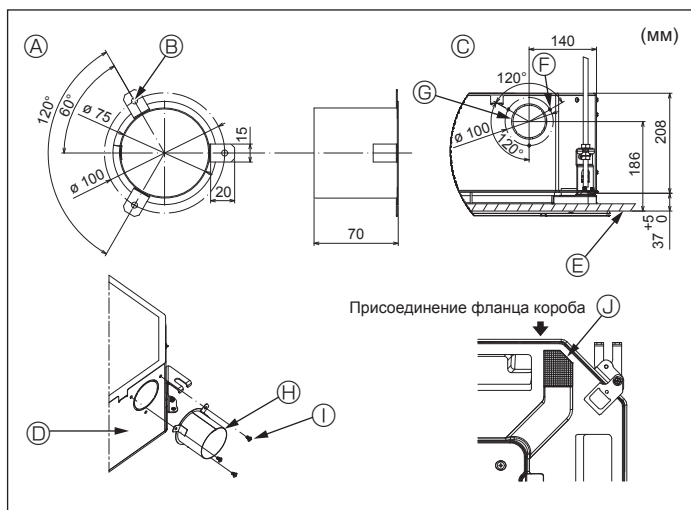

Fig. 2-3
2.3. Установка короба (в случае использования впуска свежего воздуха) (Fig. 2-3)